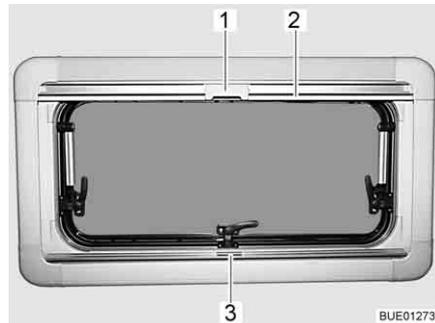

Fig. 79 Ventana abatible
- Sujetar el estor plegable por el centro del agarradero (Fig. 79,3), tirar de abajo a arriba y soltarla a la altura deseada. El estor plegable se queda fijo a esta altura.
- Tirar del agarradero de la mosquitera enrollable (Fig. 79,2) hacia abajo hasta que choque con el agarradero del estor plegable (Fig. 79,3).
- Bloquear el cierre (Fig. 79,1) de la mosquitera enrollable con el agarradero del estor plegable.
- Empujar hacia atrás el cierre (Fig. 79,1) de la mosquitera enrollable por arriba.
- Regresar la mosquitera enrollable lentamente en el agarradero (Fig. 79,2).